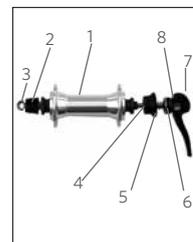

FIGURE 40:
Il existe une différence entre le mécanisme de fixation rapide traditionnel et le mécanisme de fixation rapide Clix (Figure 40). Le mécanisme de fixation rapide requiert un réglage de la force de serrage à chaque fois que vous posez la roue. Dans le cas d'un système Clix, il n'est pas nécessaire de réaliser un réglage lors de l'installation de la roue. Le système Clix est un système intégré qui est adapté à une seule fourche, plus exactement à l'écart entre les pattes (parties de la fourche qui maintiennent la roue).
1. Desserrez l'écrou de blocage (Figure 40).
7. Afin d'éviter toute modification du réglage, serrez l'écrou de verrouillage (Figure 40) jusqu'à ce qu'il touche l'écrou de réglage. Ne pas serrez de façon excessive.